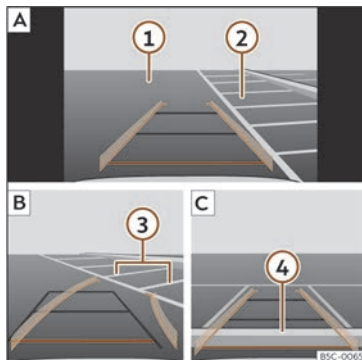

Fig. 199 Visualización na pantalla do sistema de infotainment: apcarar co asistente de marcha atrás.
Lenda da **fig. 199**:
- Coloque o vehículo diante do espazo de aparcamento»» **fig. 199 2 A**.